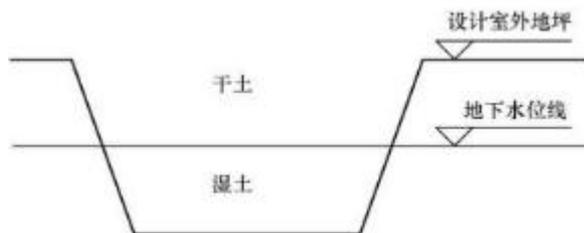

图 1-2 干、湿土的划分界限
1) 干土、湿土的划分，以地质勘测资料的地下常水位为准。地下常水位以上为干土，以下为湿土，如图 1-2 所示。地表水排出后，土壤含水率 $\geq 25\%$ 时为湿土。含水率超过液限，土和水的混合物呈现流动状态时为淤泥。温度在  $0^{\circ}\text{C}$  及以下，并夹含有冰的土壤为冻土。本定额中的冻土，指短时冻土和季节冻土。